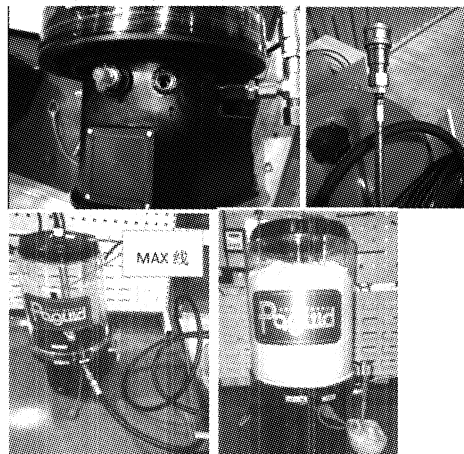

图5 润滑泵加脂过程优化步骤图
(2) 对润滑泵加脂全过程进行优化,将使用手动加脂枪加脂方式优化为利用小型加脂机加脂,彻底排出储脂罐内的空气,保持润滑软管清洁无污染。匹配规格合适的转换接头,将润滑油管直接连接至小型加脂机枪头上,通过加脂机给油管加脂。此处,以青岛盘古的自动润滑系统使用小型加脂机加脂的操作方法为例进行介绍。如下图5所示